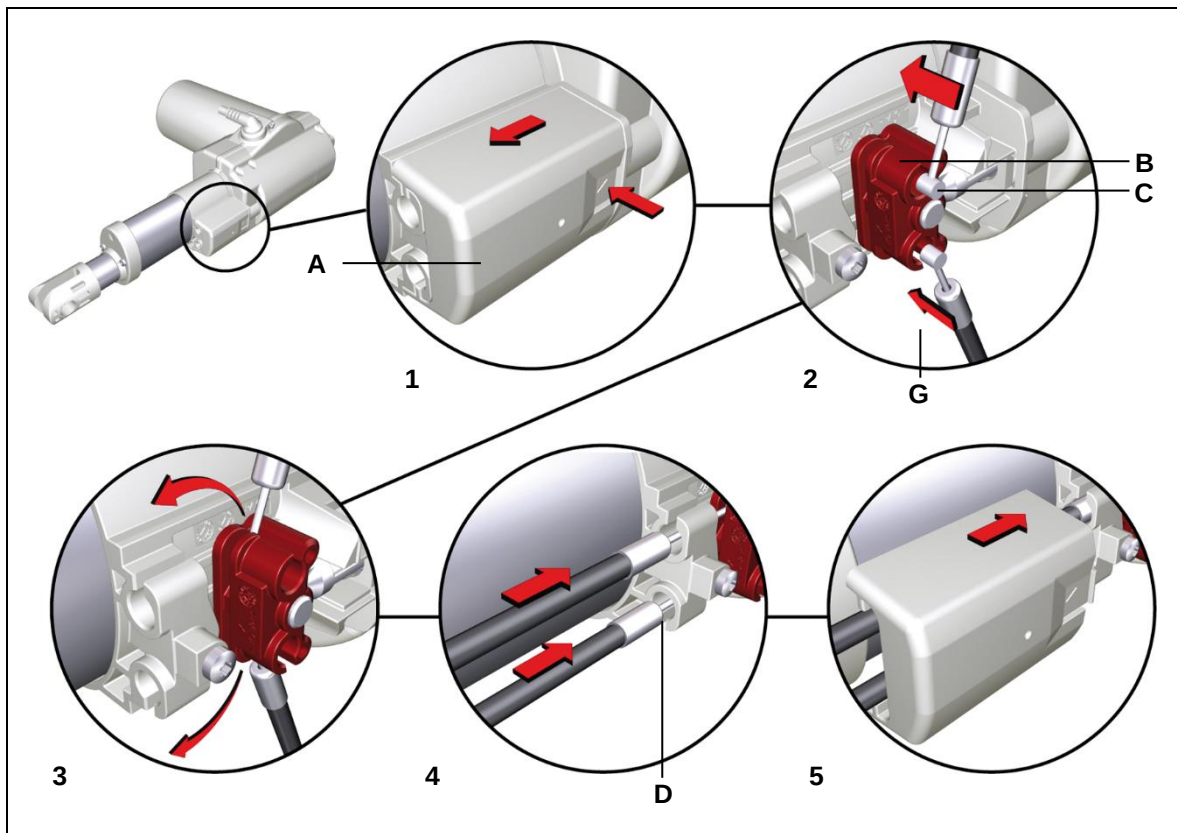

Abbildung 19 Einbau des Bowdenzugs für die mechanische Rückstellfunktion ER
- 1 Drücken Sie auf den Pfeil der Abdeckung der Bowdenzugaufnahme und ziehen Sie gleichzeitig die Abdeckung (A) ab.
- 2 Legen Sie den Nippel des Bowdenzugs (C) seitlich in die Bowdenzugaufnahme (B), wie in Abbildung 19 dargestellt.
- 3 Bewegen Sie den Bowdenzug zur Führung (D) und führen Sie die Bowdenzughülse in die Führung ein.